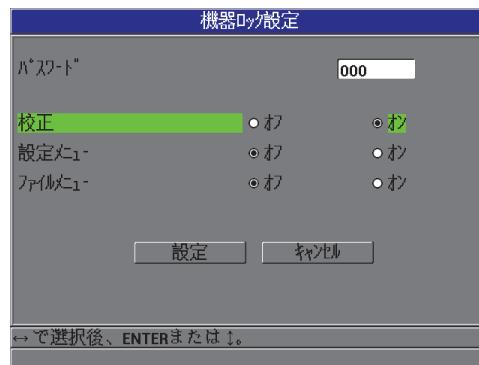

図 5-11 本体ロック設定画面
2. 本体ロック 設定画面で（98 ページ図 5-11 参照）、すでにpasswordが設定されている場合は、passwordフィールドにpasswordを入力します。その後、次の手順でロックまたはロック解除を行います。